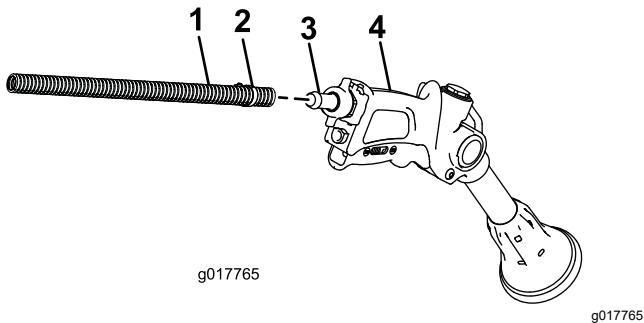

図 24
- ホース長のもう一端をスプレー ガンのフィッティングにつなぐ図24。